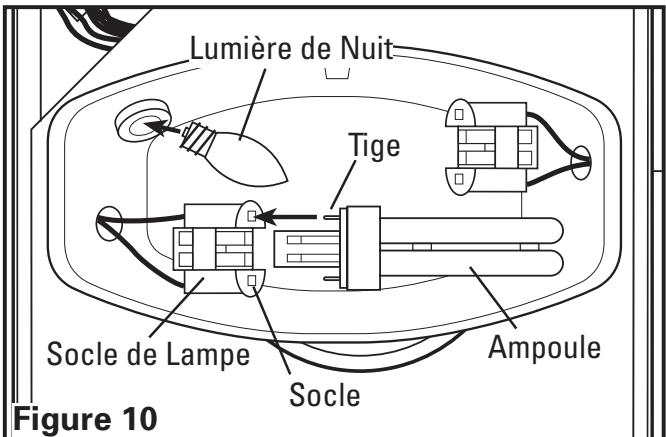

Figure 10
3. Installer les deux ampoules fluorescentes incluses de 13 watts dans les socles de la lampe en alignant les tiges sur la base de l'ampoule au socle du support de lampe en pressant vers le support de lampe jusqu'à ce que l'ampoule se mette en place et qu'il soit fermement appuyé dans le socle du support de lampe. Installer une ampoule de type C7 d'un maximum de 4 watts (culot de type candélabre) de la lumière de nuit (non comprise) dans le support de lampe latéral (**Figure 10**).